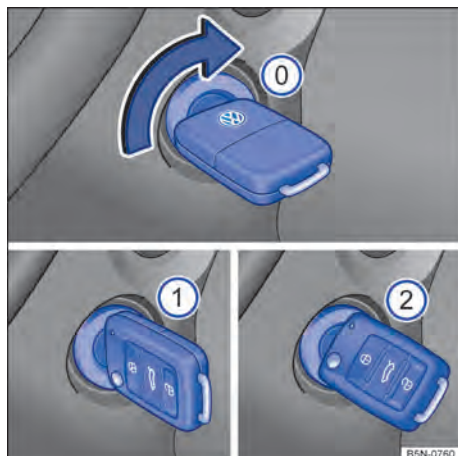

Fig. 81 Ao lado do volante, à direita: posições da chave do veículo no cilindro da ignição.
Posições da chave do veículo → Fig. 81
- **Veículos com partida aquecida:** girar a chave do veículo na posição → Fig. 81 ①. A ignição está ligada. Nesse instante a luz de controle do sistema de partida aquecida **⚡** irá se acender no instrumento combinado. Aguardar que a luz de controle **⚡** se apague indicando o término do aquecimento do combustível (esta ação poderá ser necessária em condições de partida com o motor frio).
- **Veículos sem partida aquecida:** girar a chave do veículo na posição → Fig. 81 ①. A ignição está ligada.
- Girar a chave do veículo no cilindro da ignição para a posição → Fig. 81 ② – não acelerar. Quando o motor começar a funcionar, soltar a chave do veículo no cilindro da ignição.
- **Veículos com partida aquecida:** girar a chave do veículo no cilindro da ignição para a posição → Fig. 81 ② para dar partida no motor – não acelerar. Caso a etapa 5 não seja respeitada, a luz de controle **⚡** irá piscar indicando a necessidade de interromper o procedimento de partida e repeti-lo após retornar a chave para a posição → Fig. 81 ① e aguardar aproximadamente 10 segundos.
- **Veículos sem partida aquecida:** girar a chave do veículo no cilindro da ignição para a posição → Fig. 81 ② para dar partida no motor – não acelerar.
- Girar a chave do veículo no cilindro da ignição na posição → Fig. 81 .